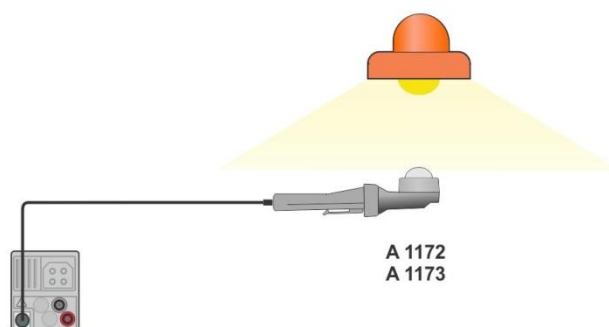

figura 7.66: Posizionamento della sonda luxmetro
- › Posizionare la sonda luxmetro, vedere **figura 7.66**.